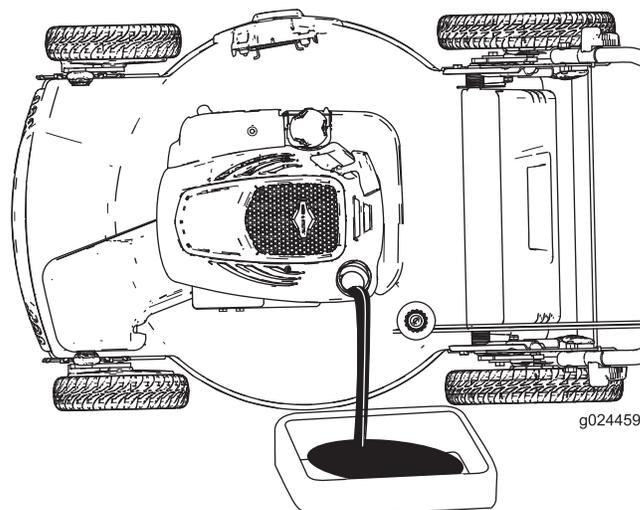
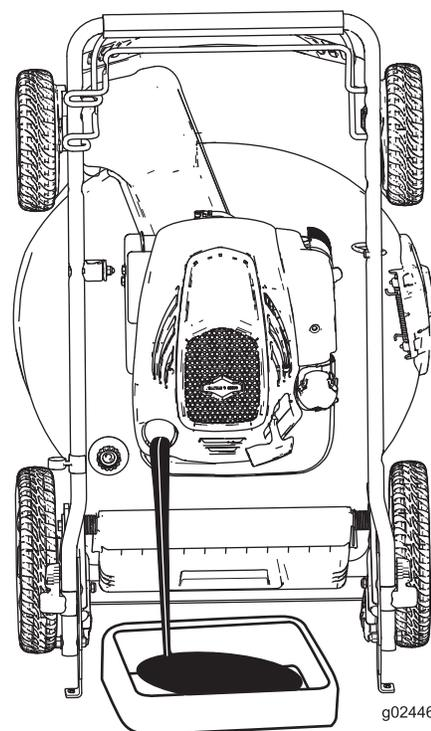

Figure 24
Figure 25
4. Basculez la machine sur le côté en plaçant la jauge en bas (Figure 24) ou levez la machine en position verticale de remisage (Figure 25; voir Remisage de la machine en position verticale (page 14)) pour vidanger l'≈huile usagée par le tube de remplissage d'≈huile.